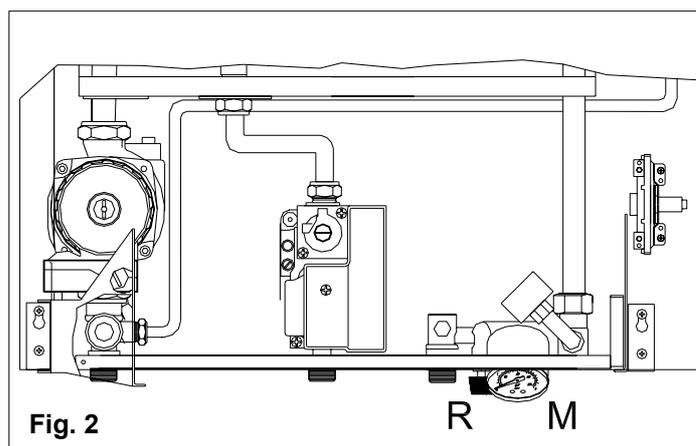

Fig. 2
- aprire il rubinetto di carico **R** (fig. 2) anche, se installate, dalle valvole automatiche di sfogo aria;
- controllare attraverso il manometro **M** (fig. 2), che la pressione dell'impianto raggiunga il valore di 1 bar e che la spia **11** (vedi "Pannello comandi") sia accesa;